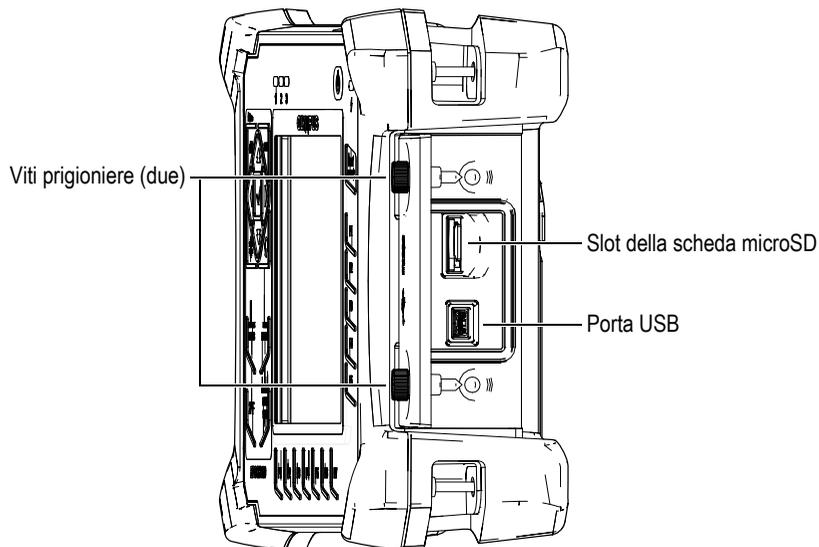
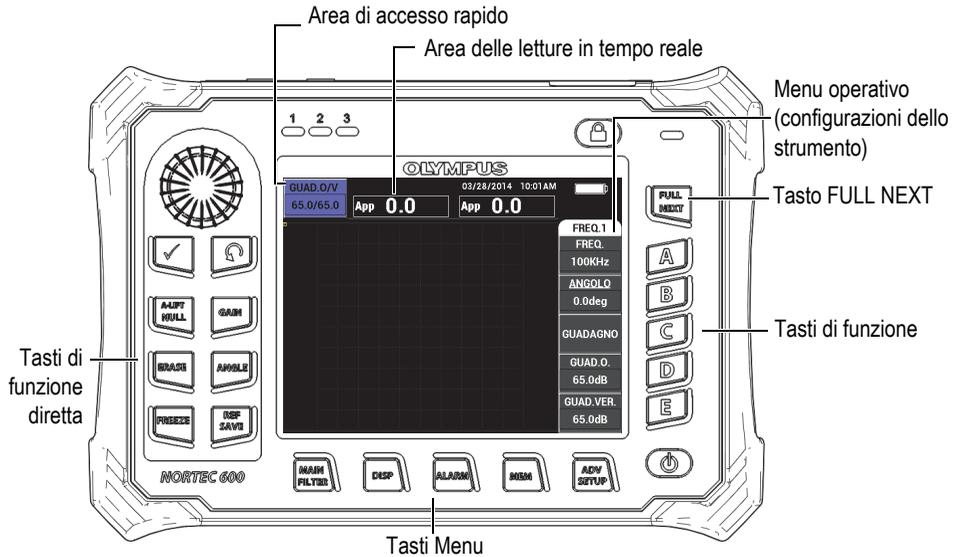

Figura 1-23 Lo slot della scheda microSD e la porta USB
Figura 2-5 Il pannello frontale e la schermata principale di ispezione del NORTEC 600
Sul lato destro del NORTEC 600, uno sportellino protegge lo slot microSD e la porta USB (vedere Figura 1-23 a pagina 52). Lo sportellino I/O possiede una guarnizione integrale per proteggere dai liquidi i connettori senza guarnizione accessibili attraverso lo sportellino.
L'area di lettura rettangolare situata nell'angolo in alto a sinistra della schermata è definita come area di accesso rapido (vedere Figura 2-5 a pagina 61). Essa visualizza le configurazioni combinate del guadagno orizzontale e verticale, solo la configurazione del guadagno orizzontale, solo la configurazione del guadagno verticale o la configurazione dell'angolo quando vengono premuti i tasti di funzione diretta GAIN (**dB**) o ANGLE (). L'area di accesso rapido rimane visibile fino a quando viene premuto un altro tasto.
L'area delle letture in tempo reale visualizza le letture configurabili dall'utente (misure) [vedere Figura 2-5 a pagina 61]. Esso può visualizzare fino a un massimo di due letture in tempo reale scelte tra diversi tipi di letture disponibili. L'area delle letture in tempo reale può essere definita per visualizzare una o due letture, oppure può essere disattivata. Per maggiori informazioni, riferirsi alla sezione "Visualizzazione delle letture in tempo reale" a pagina 65.
Le configurazioni dello strumento sono visualizzate sul lato destro della schermata principale. Le informazioni delle configurazioni visualizzate possono essere modificate in funzione del tasto di menu che viene premuto. I tasti di menu sono i cinque tasti situati nella parte inferiore del pannello frontale: MAIN (🌀), DISP (□), ALARM (🔔), MEM (SD) e ADV/SETUP (⚙️), come illustrato nella Figura 2-5 a pagina 61.
La scheda di memoria microSD può essere inserita in uno slot che è situato al di sotto dello sportellino I/O nella parte destra dello strumento (vedere Figura 1-23 a pagina 52). In base al contesto e alle funzioni e opzioni disponibili, appaiono, sulla schermata e attorno al valore principale di misura, diversi indicatori e valori numerici (vedere Figura 2-5 a pagina 61).
I tasti di menu del NORTEC 600 nella parte inferiore del pannello frontale sono MAIN FILTER () , DISP () , ALARM () , MEM () e ADV SETUP () . Attraverso questi tasti è possibile accedere al menu operativo. Questo menu appare nella parte destra della schermata (vedere Figura 2-5 a pagina 61). Se pertinente, premendo nuovamente un tasto di menu verrà visualizzato un menu secondario con i parametri disponibili per quello specifico tasto.
L'area delle letture in tempo reale visualizza le letture configurabili dall'utente (misure) [vedere Figura 2-5 a pagina 61]. Esso può visualizzare fino a un massimo di due letture in tempo reale scelte tra sette tipi di letture disponibili. L'area delle letture in tempo reale può essere definita per visualizzare una o due letture, oppure può essere disattivata.
Le letture in tempo reale sono anche disponibili in modalità schermo intero. Esse possono essere accessibili mediante il tasto FULL NEXT () illustrato nella Figura 2-5 a pagina 61. La posizione delle letture visualizzate in modalità schermo intero si differenziano dalla posizione nella schermata principale di ispezione. Inoltre le letture sono selezionabili dall'utente.